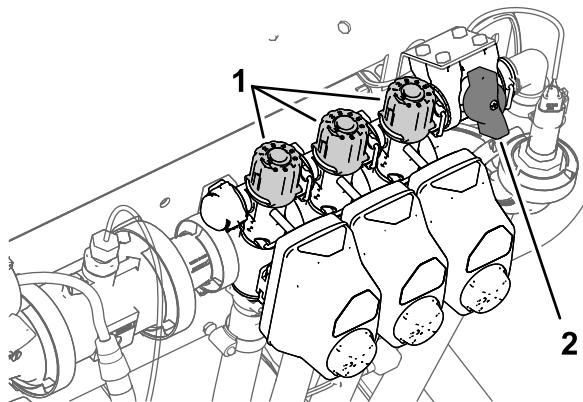

Figure 26
2. Désactivez la section gauche et réglez le bouton de dérivation de section (Figure 26) jusqu'à ce que le débit indiqué corresponde au précédent conformément au tableau.
4. Réglez le bouton de dérivation de la section droite (Figure 26) jusqu'à ce que le débit indiqué corresponde au précédent conformément au tableau.
6. Réglez le bouton de dérivation de la section centrale (Figure 26) jusqu'à ce que le